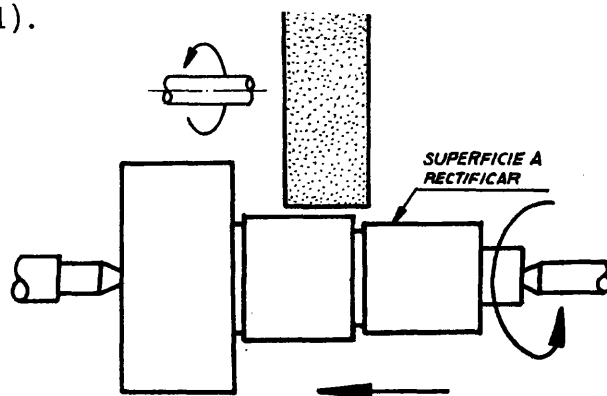

Fig. 1
- ___ b Aproxime la muela al escalón de diámetro inmediato superior al que debe rectificar (fig. 1).